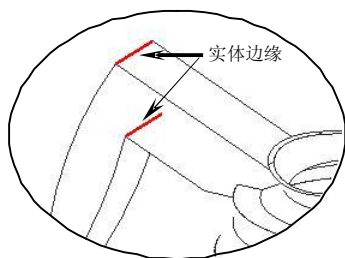
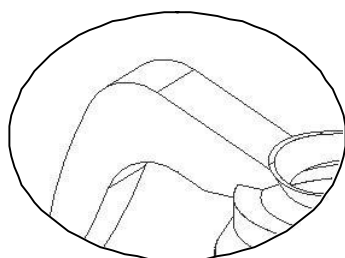

图4-24
图4-25
22. 使用边倒圆功能创建圆角特征。选择图 4-24 所示的实体边缘，然后设置圆角半径为“20”，结果如图 4-25 所示。